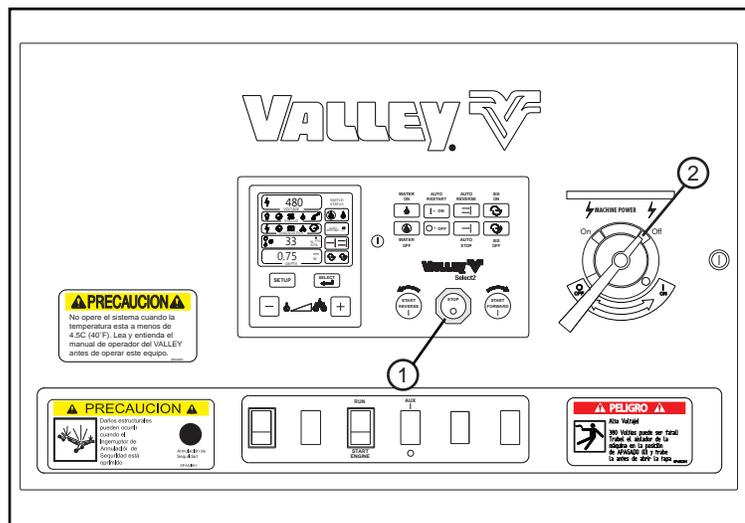

Figura 42-2 1. Botón de parada.
1. Pulse el botón STOP. Vea la Figura 42-2.
2. Coloque el interruptor principal en la posición APAGADO. Vea la Figura 42-2.